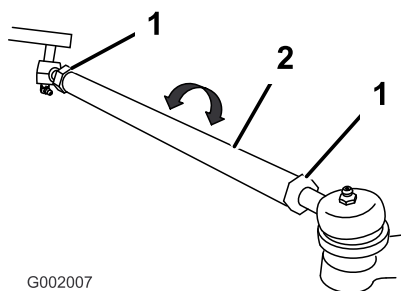

Figura 59
5. Se a medição obtida não corresponder aos valores especificados desaperte as porcas de segurança nas extremidades das barras transversais (Figura 59).